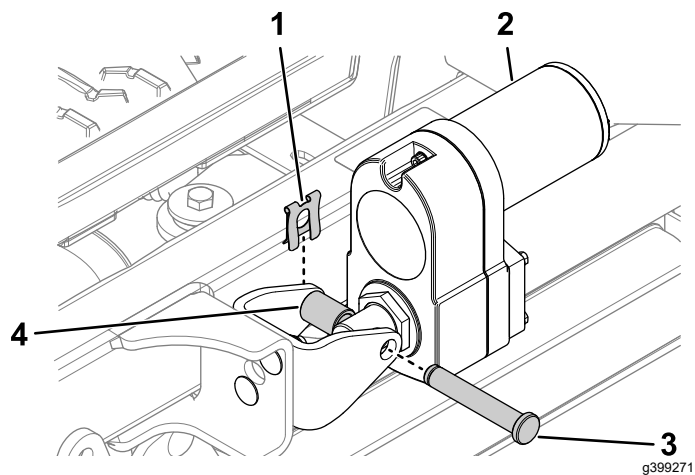

Figura 19
3. Fissate l'attuatore al supporto dell'attuatore utilizzando il perno con testa, il distanziale in alluminio e il morsetto a scatto, come mostrato nella Figura 19.